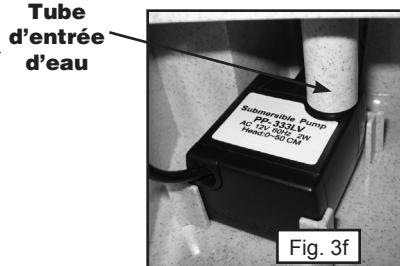

Fig. 3f
- 3) Aligner le boîtier du filtre sur le moteur et ensuite sur le bol. Il faudra aligner le tube d'entrée d'eau pour qu'il s'adapte directement sur le moteur. Une fois en place, pousser doucement pour fixer solidement le boîtier du filtre. (Fig. 3f)